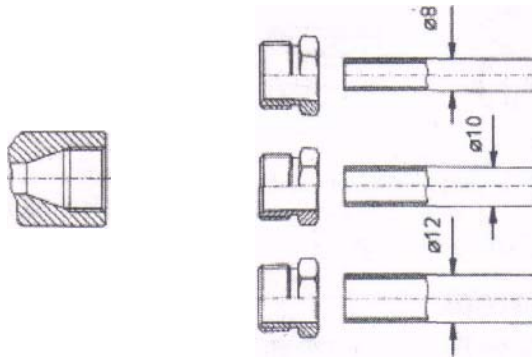

Imagen 2: racor tubular universal AFRISO
4. Realizar el montaje del racor tubular conforme a la imagen 2. Tener en cuenta para ello el momento de apriete máximo de 25 Nw para la atornilladura.